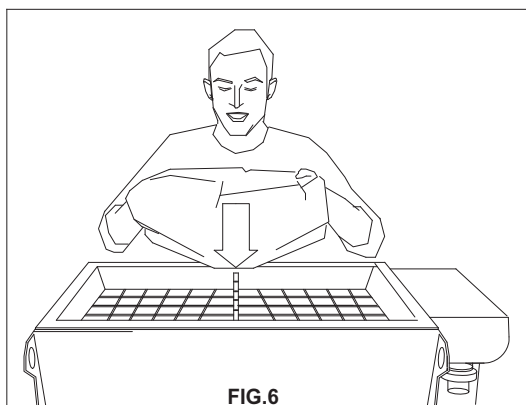

FIG.6
- Caricare il materiale premiscelato secco. Prendere i sacchi di materiale appoggiarli in modo deciso alla griglia rompisacco (rif.12,fig.1), sollevare le due estremità del sacco fino a svuotarlo completamente all'interno della tramoggia(fig.6).